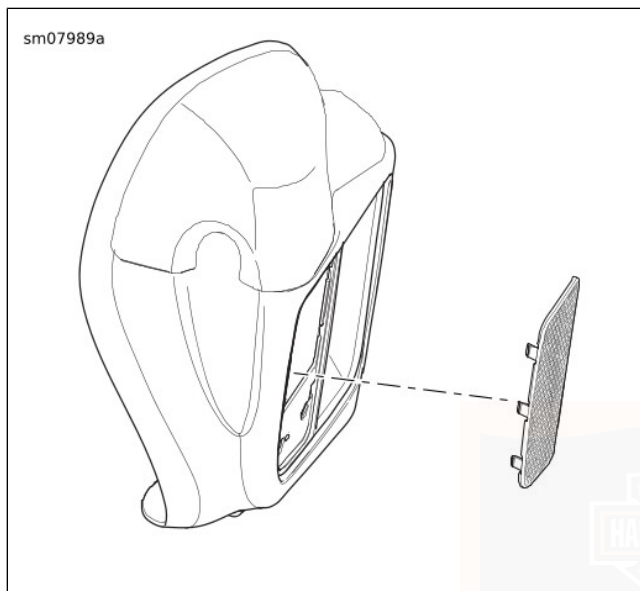

Figura 73. Pannello a griglia sulla carenatura inferiore
1. Vedere Figura 73 . Rimuovere la griglia esterna dalla carenatura inferiore.